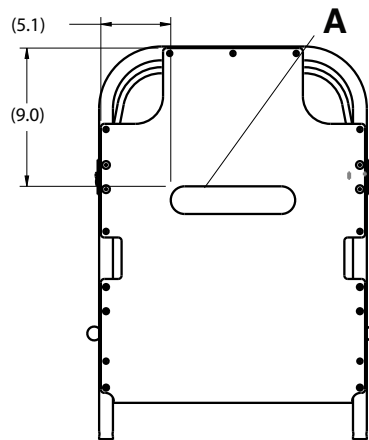

图 1 – 将 Velcro 贴到 Fowler 靠背上
6. 撕掉 Fowler Velcro (A) 上的背衬，将 Velcro 贴到 Fowler (图 1) 靠背的表面。